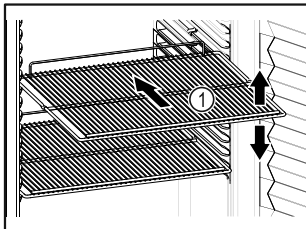

Fig. 52 Atvaizdo pavyzdys
- Jei pastatymo grotelės Fig. 52 (1) galima perkelti, pritaikykite atsižvelgdami į aukštį.